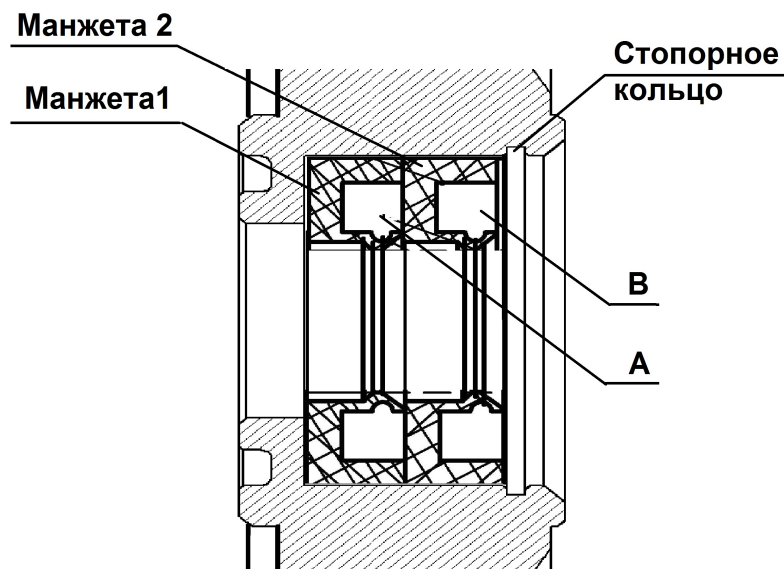

Рис. 17. Схема установки манжет
- 7 Установку манжет произведите согласно рис. 17 в следующем порядке:
Используя приспособление для установки манжет (см. рис. 17) установите манжету 1.